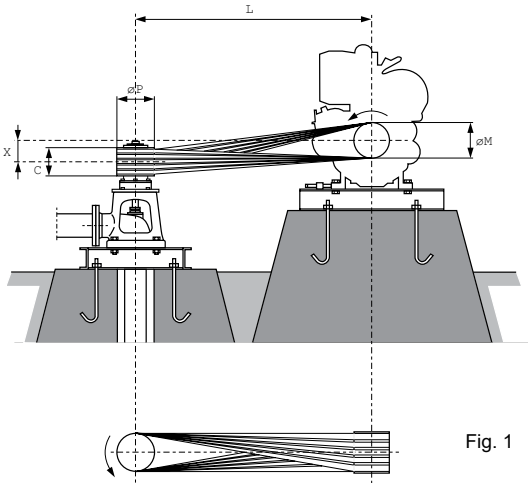

Fig. 1
13.5 Accoppiamenti dei gruppi di comando a motore termico tramite cinghie piatte semicrociate (Fig. 1)
Drive couplings to combustion engines by means of flat semi-crossed belts (Fig. 1)
Accoûplements des groupes de commande a moteur thermique par courroies plates semi-croisees (Fig. 1)
Acoplamiento cabezal / motor diesel por medio de correas planas semi-cruzadas (Fig. 1)
Aggregatkupplung an verbrennungsmotoren mit halbverschr nkten flachriemen (Fig. 1)
Acoplamentos das cabe as de accionamento a motor t rmico mediante correias planas semi-cruzadas (Fig. 1)
Приводные устройства соединяются с тепловым двигателем перекрещенными плоскими ремнями (рис. 1)
Cuplaje ale grupurilor de comand  la motorul termic prin intermediul unor curele plate semicru  ate (Fig. 1)